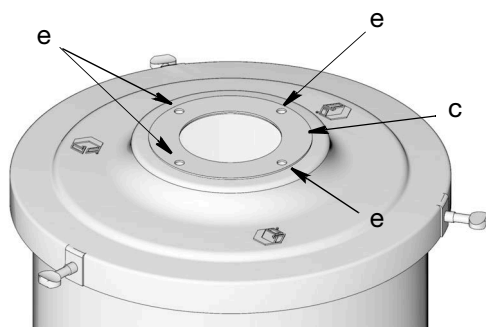

Рис. 7
- Убедитесь, что прокладка (c) находится на своем месте в верхней части крышки резервуара с прилеганием по всей плоскости, и что отверстия (e) в прокладке совмещены с отверстиями в крышке (Рис. 7).